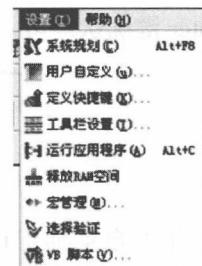
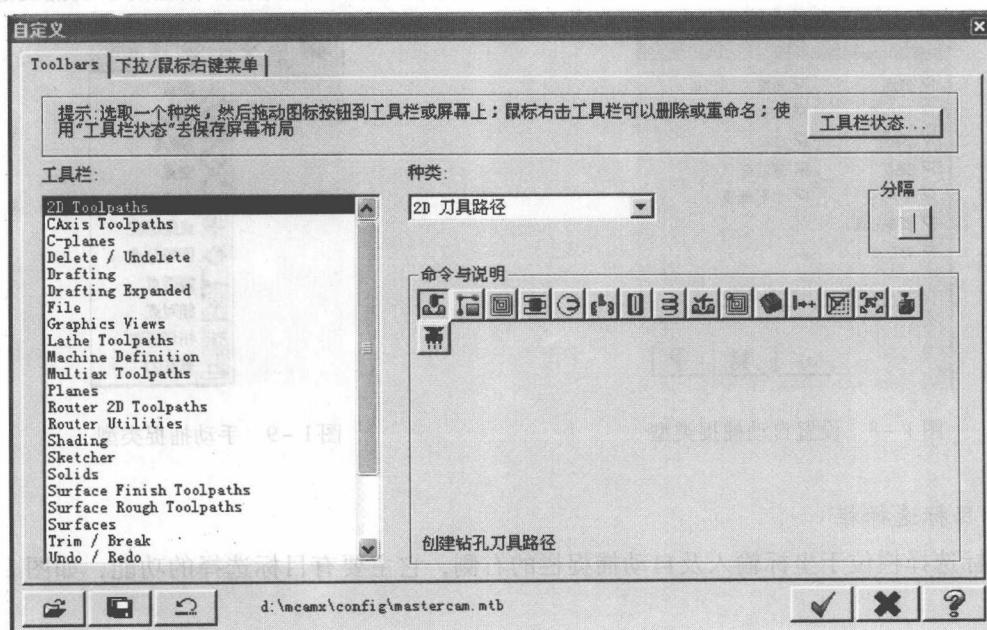

图 1-4 设置命令下拉菜单
图 1-5 自定义工具栏显示内容
紧接菜单栏下面的是工具栏, 它将菜单栏中的命令以图标的方式来表达, 方便用户快捷选取所需要的命令。和菜单栏一样, 工具栏也是按功能进行划分的。工具栏中包含了 Mastercam X 的绝大部分命令。用户可以通过菜单栏中的命令“设置 (I)”→“用户自定义 (U)”来增加或减少工具栏中的图标, 如图 1-4、图 1-5 所示。